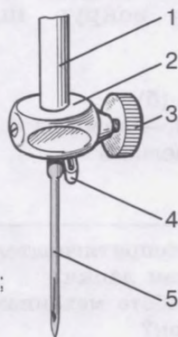

Рис. 3. Механизм иглы:
**Механизм иглы.** В состав механизма иглы входят игловодитель, иглодержатель и винт (рис. 3). Игловодитель соединён с главным валом машины и выполняет движение вниз и вверх. Иглу вставляют в иглодержатель до упора, длинным желобком в сторону нитенаправителя, и закрепляют с помощью винта.